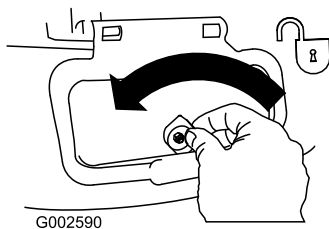

Bild 27
1. Entriegeln Sie die Seitenauswurfklappe (Bild 27).